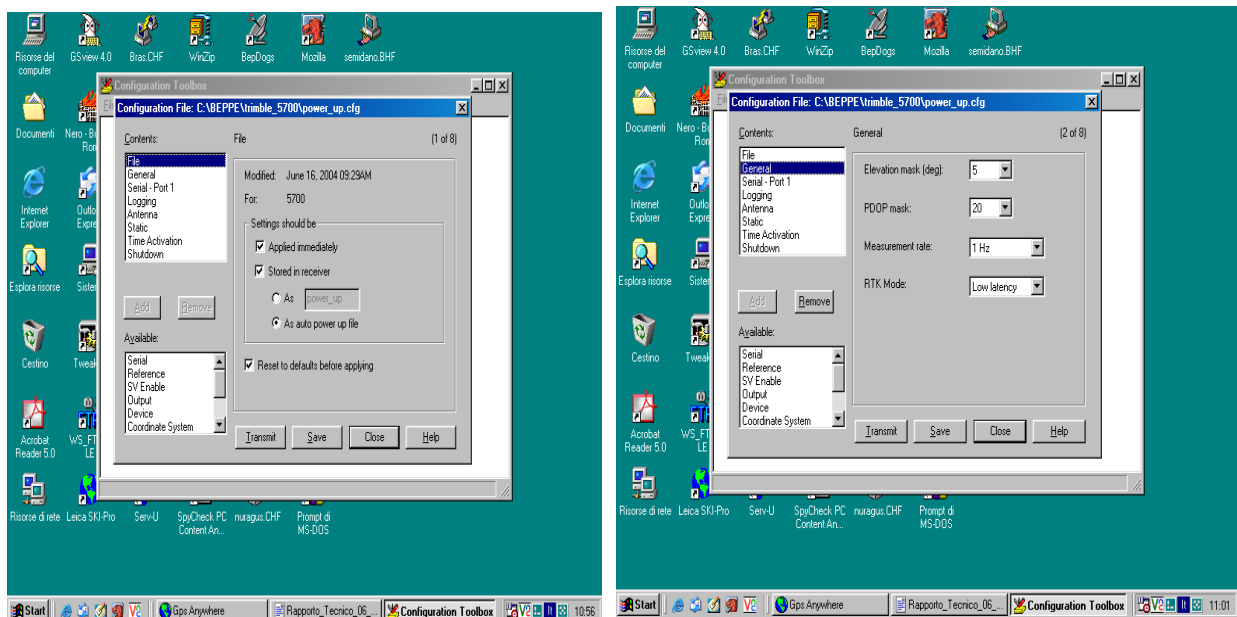

Fig. 2 – Voci *File* e *General* del programma *Ctoolbox* per Trimble 5700.
i) alla voce *File* devono essere attivate le opzioni *Applied Immediately* e *Stored in the Receiver*, oltre che l'opzione *As auto power_up file* che fa sì che quest'ultimo file di configurazione venga eseguito all'accensione del ricevitore (Fig. 2);
essere superiore al valore di default 7 , e per le nostre latitudini è stato ottimizzato ad un valore di 20, tale valore consente di superare un baco del firmware e porre il ricevitore in registrazione anche in presenza di una pessima copertura satellitare (vedi Fig.2);